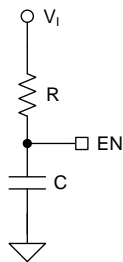

图 1. 通过 EN 引脚延迟启动
大多数直流/直流转换器具有启用或禁用器件的使能 (EN) 输入引脚。为延迟转换器的启动，可使用图 1 中所示的 RC 网络。